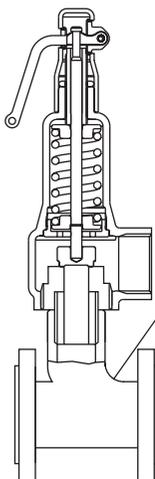
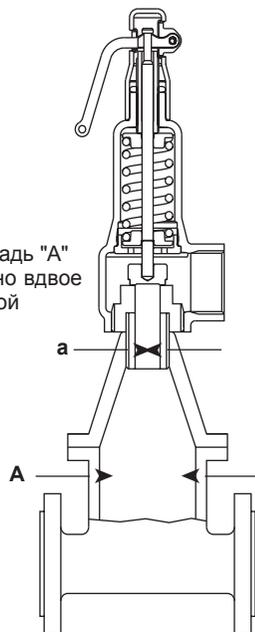

Рис. 5
Рис. 6
- 5.4** Входное соединение не должно быть меньше Ду клапана. (См. Рис. 5 и 6)
Вход показан на Рис. 5 или Рис. 6.